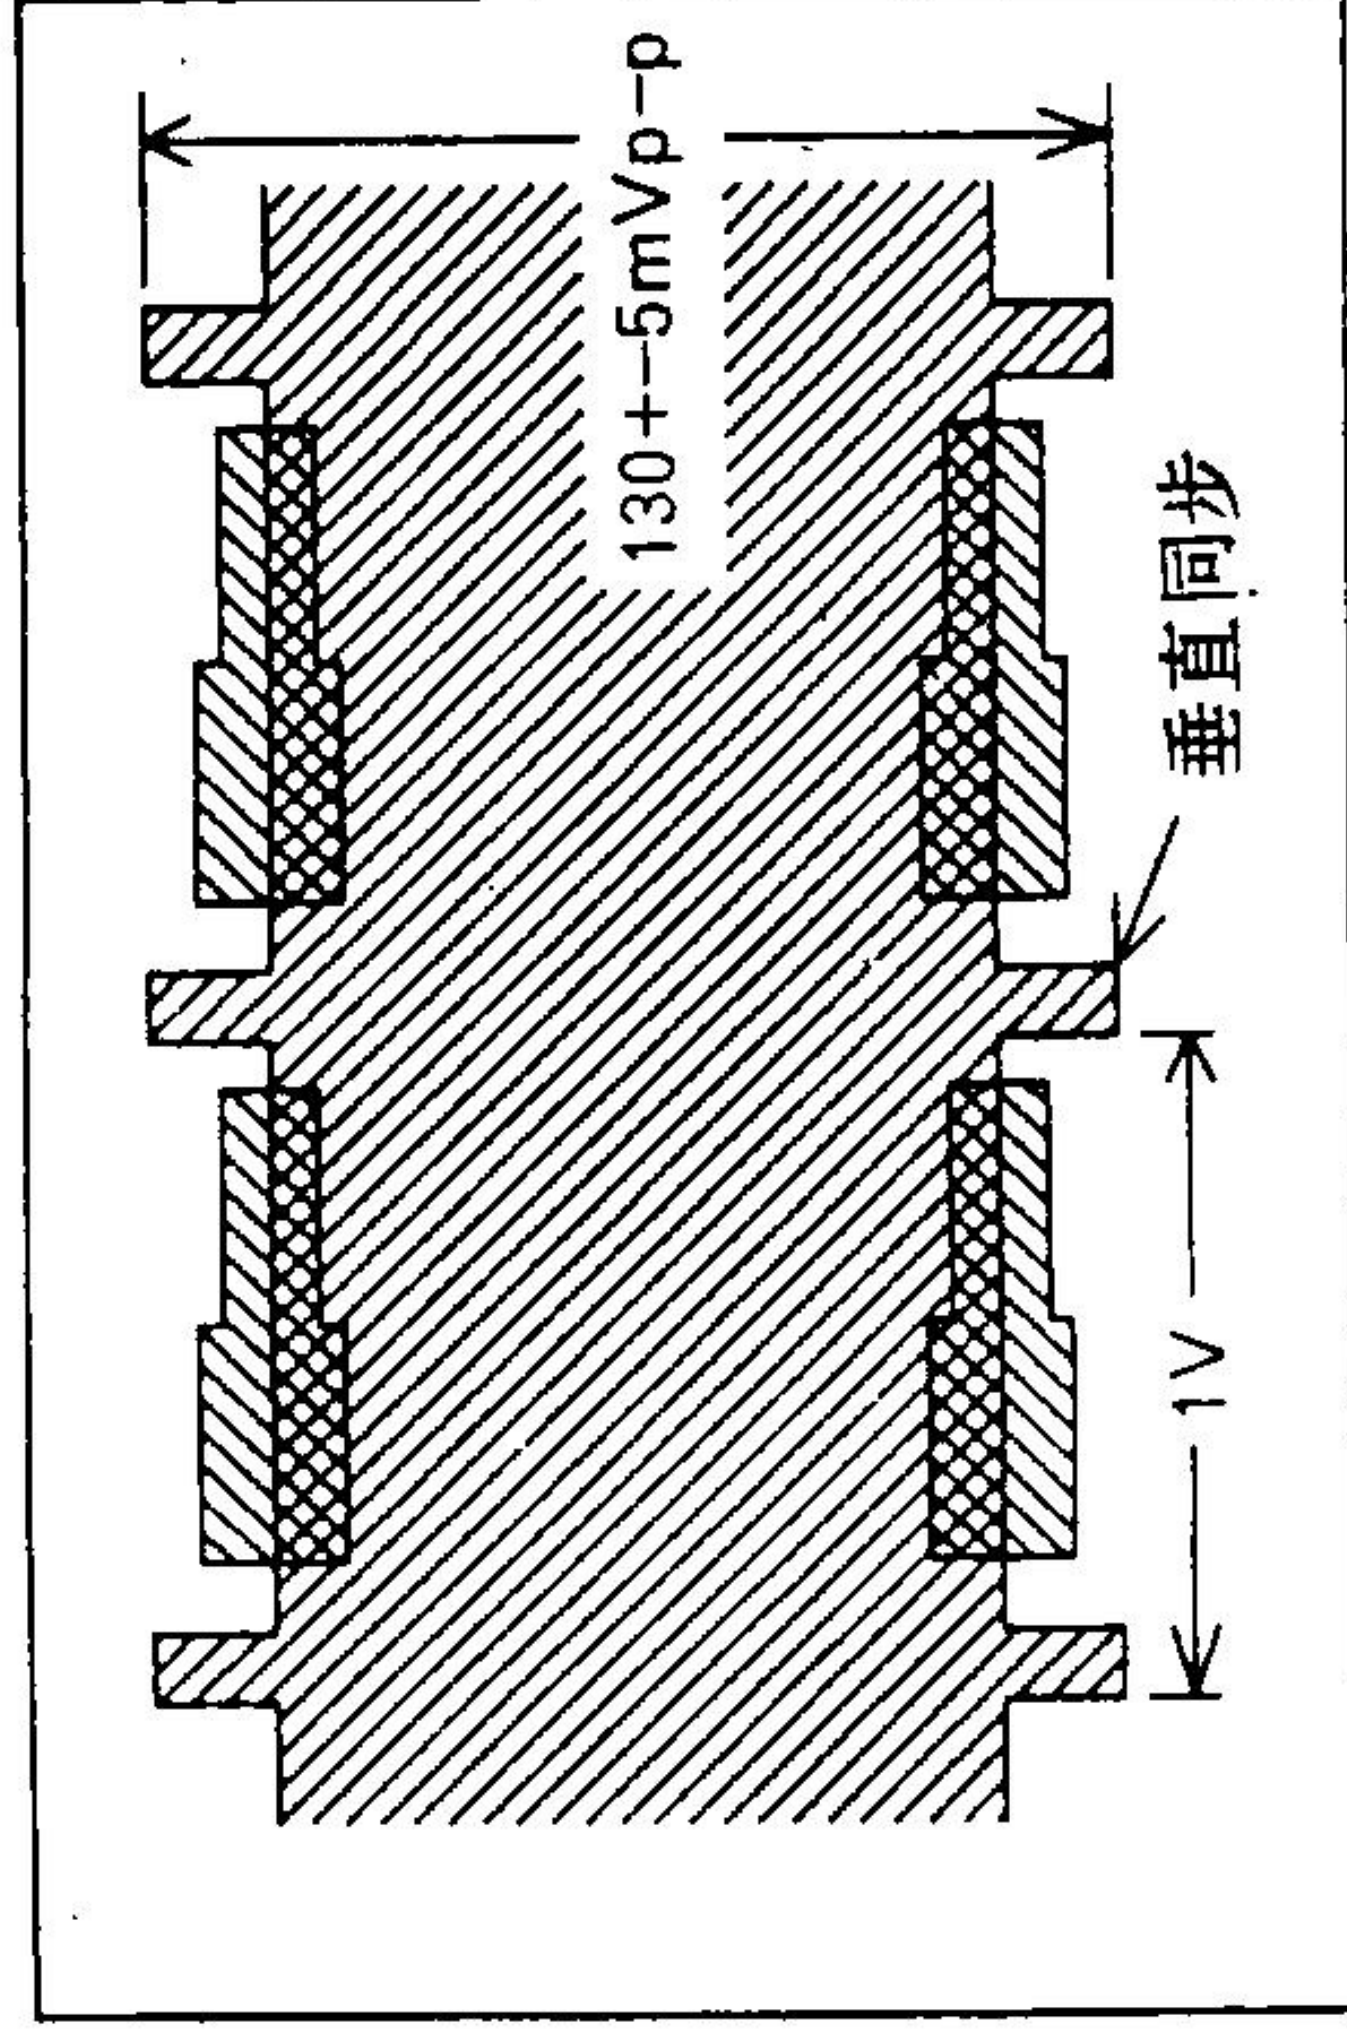

图 E8
5. 接着, 调整 V R 501, 使亮度记录电流信号波形幅值为 $130 \pm 5\text{mV}_{\text{p-p}}$, 如图E8所示。